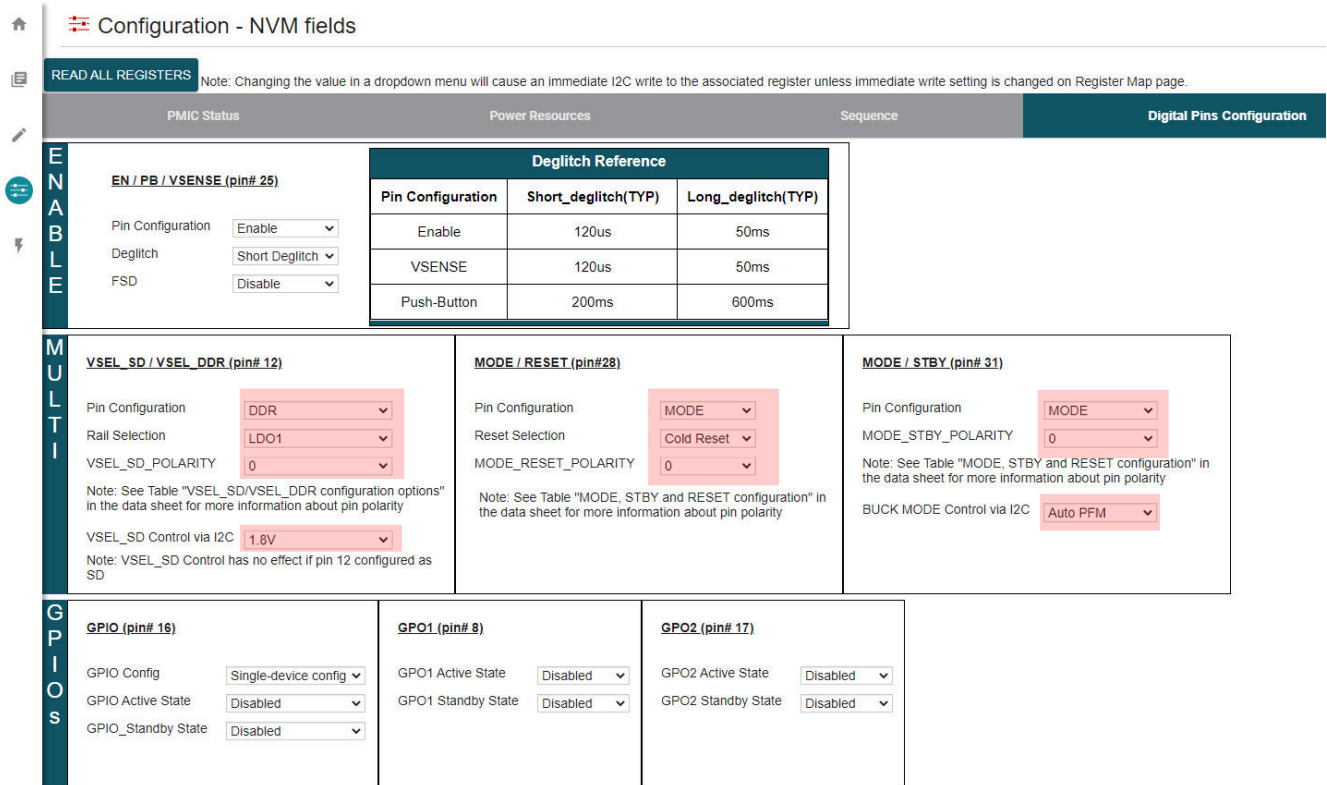

图 4-7. 使用 TPS65219-GUI 的多功能配置
- 图 4-7 显示了使用 TPS65219-GUI 时需要更改的设置
- 图 4-7 显示了不使用 TPS65219-GUI 时要写入的寄存器字段。